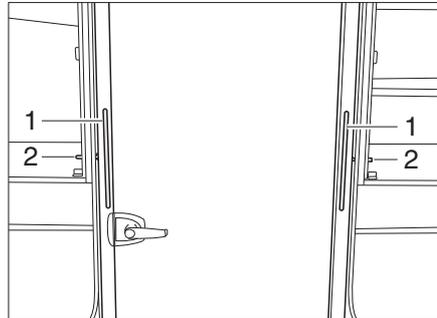
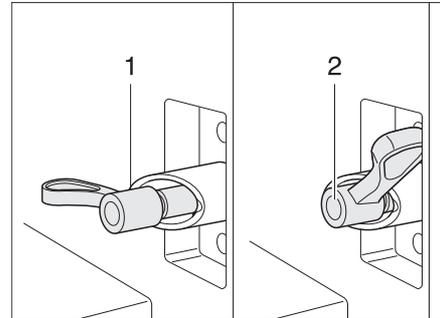

Bild 249 Toilettenraum, hineingeschoben
Bild 250 Verriegelung Toilettenraum
- Kleiderschranktüren auf beiden Seiten des Toilettenraums öffnen (Bild 249).
- Auf beiden Seiten die Federriegel (Bild 249,2) eine halbe Umdrehung drehen. Der Flügel des Verriegelungshebels muss an der höchsten Stelle der abgechrägten Hülse stehen (Bild 250,1).
- Toilettenraum ohne zu verkanten an den Griffen (Bild 249,1) bis zum Anschlag herausziehen.
- Die Federriegel auf beiden Seiten eine halbe Umdrehung zurückdrehen und einrasten lassen (Bild 250,2).
- Toilettenraum ohne zu verkanten an den Griffen (Bild 249,1) bis zum Anschlag hineinschieben.
- Die Federriegel auf beiden Seiten eine halbe Umdrehung zurückdrehen und einrasten lassen (Bild 250,2)